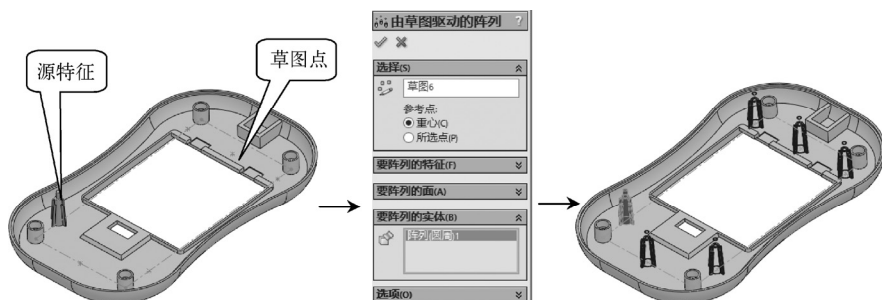

图 3-149 “由草图驱动的阵列”操作
- **由草图驱动的阵列：**是指使用草图中的草图点定义特征阵列，使源特征产生多个副本。在使用“由草图驱动的阵列”特征进行阵列操作前，应首先绘制具有多个草图“点”的草绘图形，然后选择草图，单击“由草图驱动的阵列”列表项  执行阵列操作，将在每个草绘点位置生成阵列特征，如图 3-149 所示。